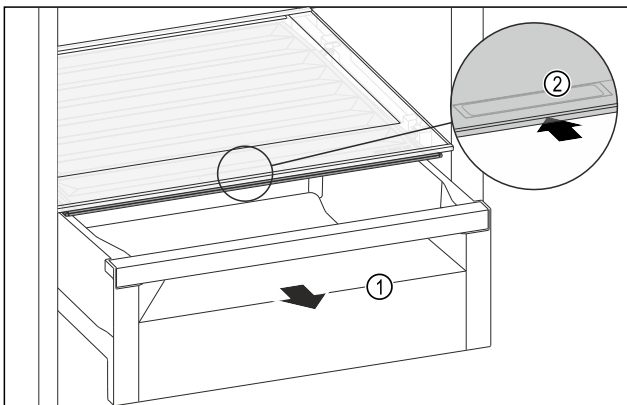

Fig. 138
- ▶ Витягніть висувний ящик Fig. 138 (1).
- ▶ Візьміться за потайну ручку Fig. 138 (2) на кришці відділення й одночасно посуньте кришку відділення назад.